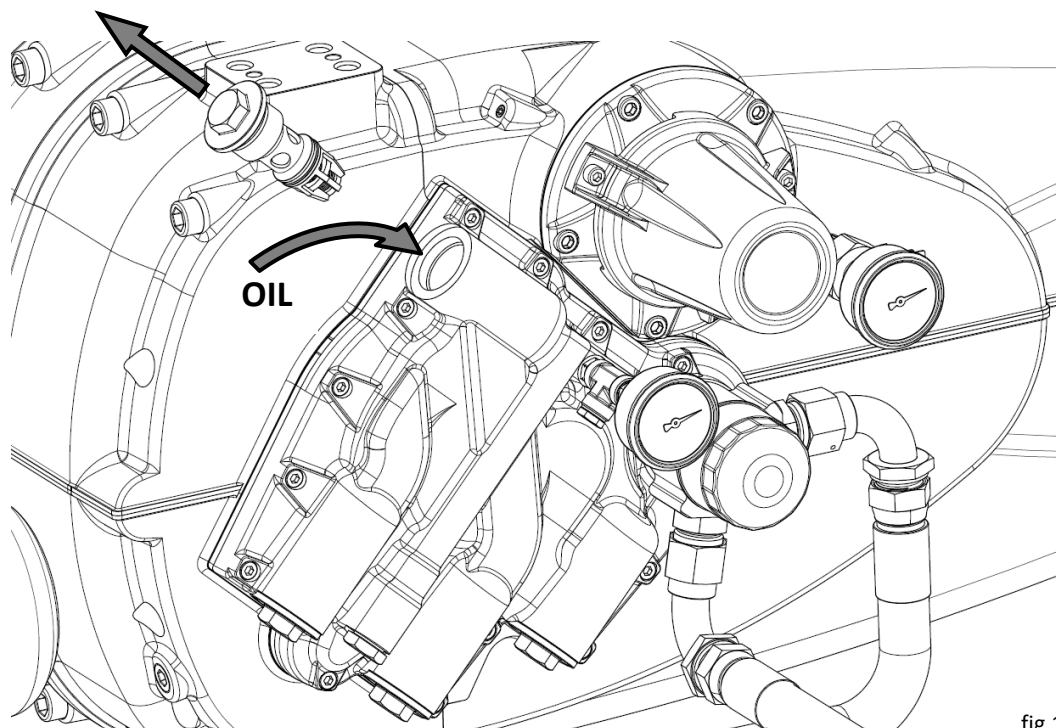

fig.15
- Smontare la cartuccia completa di valvola di mandata dal corpo pompa olio ed eseguire il riempimento del condotto con olio lubrificante mediante siringa od altro attrezzo (fig. 15).